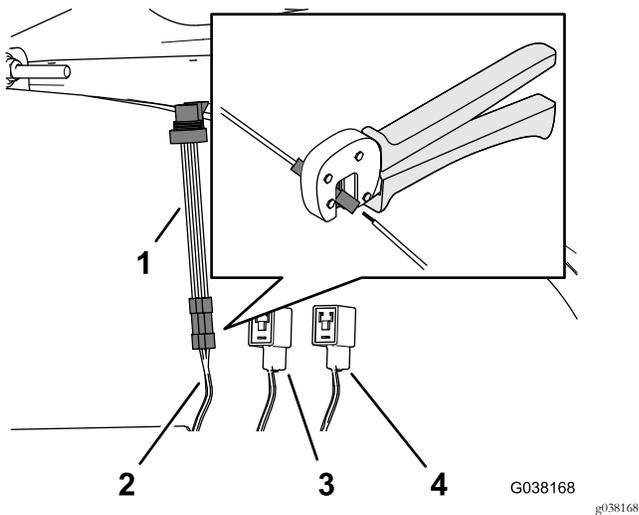

Figure 35
3. Centrez la pince à sertir au-dessus du connecteur à épissure bout à bout et des fils, et sertissez solidement le connecteur (Figure 35).